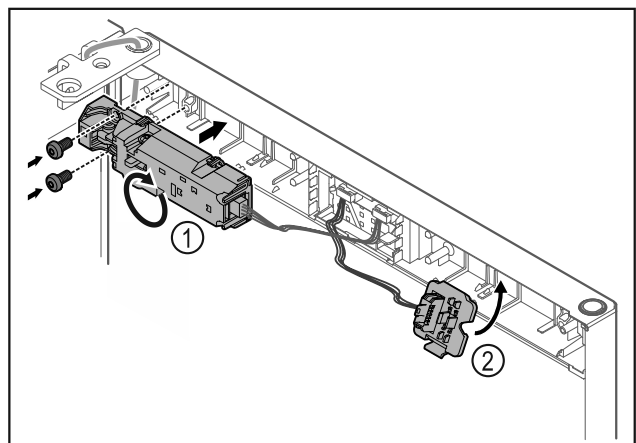

Fig. 23
- Fernschloss Fig. 23 (1) um 180° drehen und auf Gegenseite befestigen.
- Steckerhalterung Fig. 23 (2) auf Gegenseite einrasten.